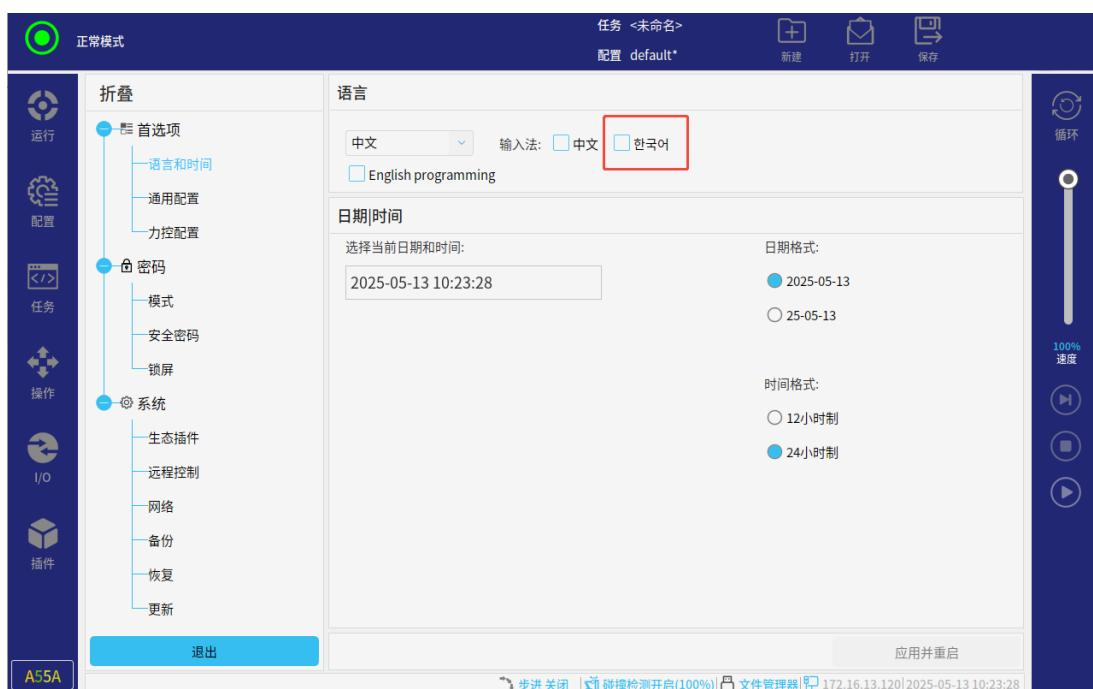

图 3-13: 韩语输入法
- c. 当前支持的输入法有：中文、英语、韩语。勾选“韩语”选项（见图 3-13），则可在所有界面使用韩语输入法。